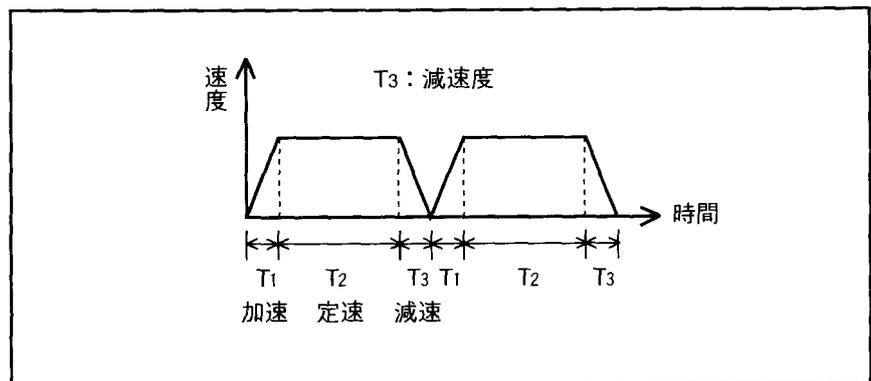

図7-9
- (1) RACCで一度減速度を設定すると、以降その値が有効です。
- (2) 減速度は、図7-9に示す、T3部分のことをいいます。